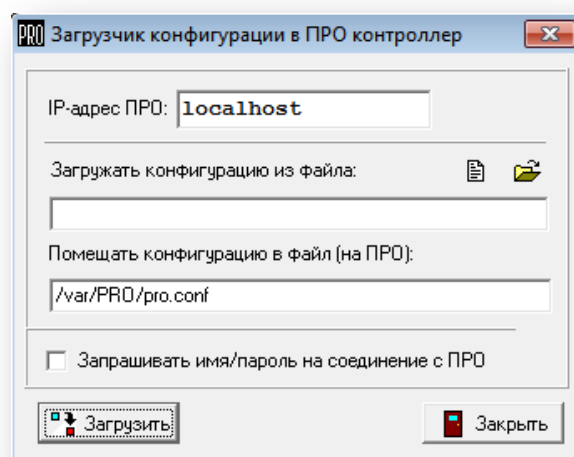

Рисунок 8.16
- В открывшемся окне «Загрузчик конфигурации в ПРО контроллер» (Рисунок 8.16) нажмите кнопку  «Поиск файла (обзор) для загрузки информации» и выберите файл конфигурации, предварительно сохраненный на ПК.
- По завершении в окне «Загрузчик конфигурации в ПРО контроллер» (Рисунок 8.16) нажмите кнопку «Загрузить».